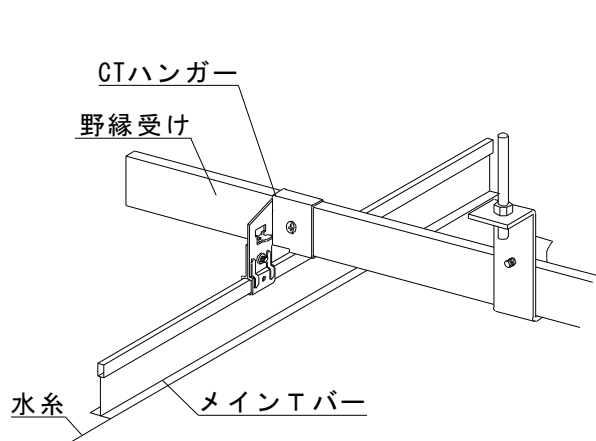

図2-7-1 メインTバーの取付け
①基準となるメインTバーの取付け位置に水系を張る。(図 2-7-1 参照)
②Tバー受け野縁受けにCTハンガーをスライドできる程度に仮固定し、CTハンガーにメインTバーを取付ける。